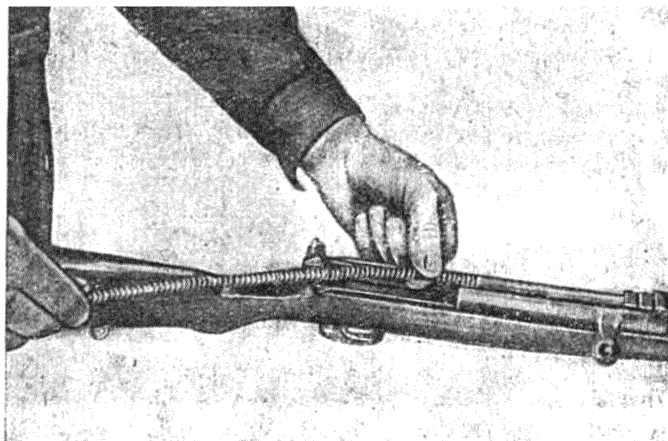

Рис. 67. Вставление возвратной пружины в стемель затвора.
8. Вставить возвратную пружину со стержнем и втулкой пружины в стемель затвора, поджать пружину так, чтобы она без затруднений поместилась между дном гнезда в стемле затвора и задней частью коробки (рис. 67).